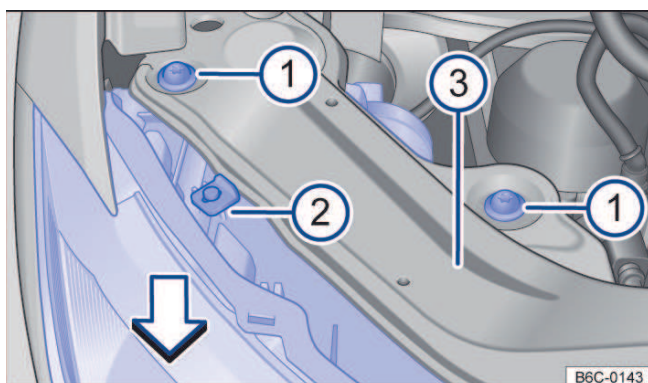

Fig. 130 No compartimento do motor: parafusos de fixação do farol dianteiro.
- Remover os parafusos de fixação → Fig. 130 ① com o auxílio de uma chave torx.
- Mover o farol para frente, no sentido da seta → Fig. 130, até que os dois cliques da parte inferior desencaixem e possibilite a remoção do farol.
- Recolocar o farol cuidadosamente até que os dois cliques inferiores encaixem e o batente superior → Fig. 130 ② encoste no suporte do farol ③.
- Recolocar os parafusos de fixação ① na carcaça do farol.
- Pressionar o farol contra o batente central superior ② e apertar os parafusos ① com a chave torx.